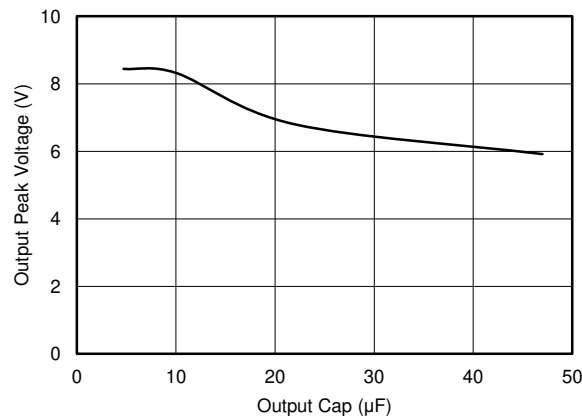

図 8-3.  $V_{OUT}$  のピーク電圧と  $C_{OUT}$  の関係 ( $V_{IN}$  ステップ: ランプ アップ レート 1-V/μs で 5V ~ 15V)
$V_{IN}$  が 7.6V を超えてランプ アップすると、 $t_{(OVLO\_off\_delay)}$  後に TPS25200 により内部 MOSFET がオフになるまで、 $V_{OUT}$  は  $V_{IN}$  に追従します。 $t_{(OVLO\_off\_delay)}$  は  $V_{IN}$  ランプ レートに大きく依存するため、 $V_{OUT}$  でピーク電圧が観測されます。図 8-3 に示すように、出力キャパシタンスを大きくすると、出力ピーク電圧を低下させることができます。
- 出力キャパシタンスについては、図 8-3 を参照してください。低 ESR のセラミック コンデンサの使用を推奨します。